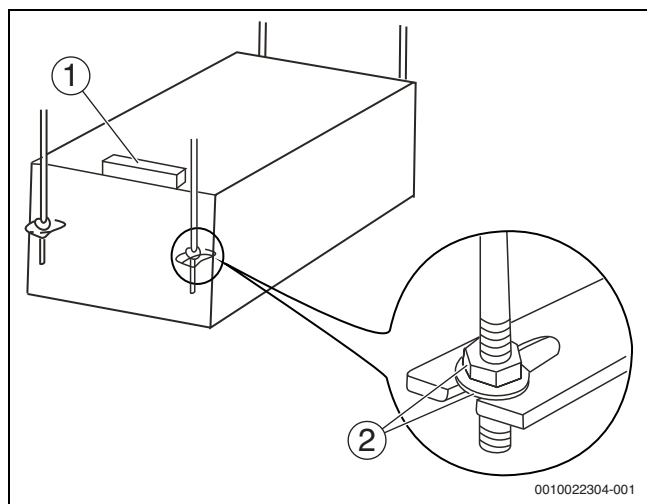

Bild 14
3. Die Muttern der Tragbolzen in die Langlöcher der Tragösen einsetzen und die Tragösen oben und unten mit Unterlegscheiben und Muttern befestigen (2).
4. Mit einer Wasserwaage sicherstellen, dass die Einheit waagrecht hängt (→ Abb. 14).
1. Sicherstellen, dass die Verbindungen fest angezogen sind (→ Abb. 14, [2]).